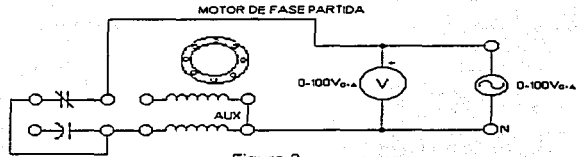

Figura 3
- Conectar el circuito de la figura 3.